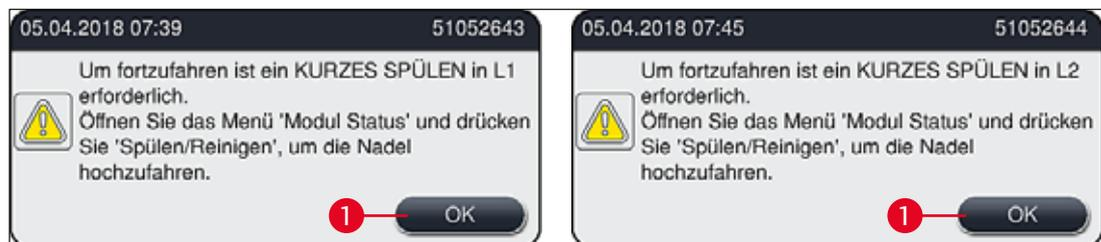

Abb. 51
- ① Nach Abschluss der Initialisierungsphase erscheint auf dem Bildschirm das Hauptmenü (→ Abb. 19) und der Benutzer wird informiert (→ Abb. 51), dass ein **Kurzes Spülen** der verwendeten Eindeckstrassen erforderlich ist. Die Meldungen durch Drücken von **OK** (→ Abb. 51-1) bestätigen und den Anweisungen in (→ S. 122 – 7.3 Spülen und Reinigen des Schlauchsystems vorbereiten) folgen.